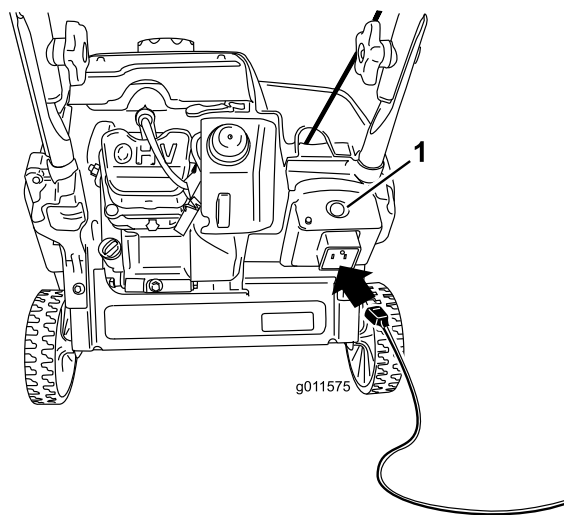
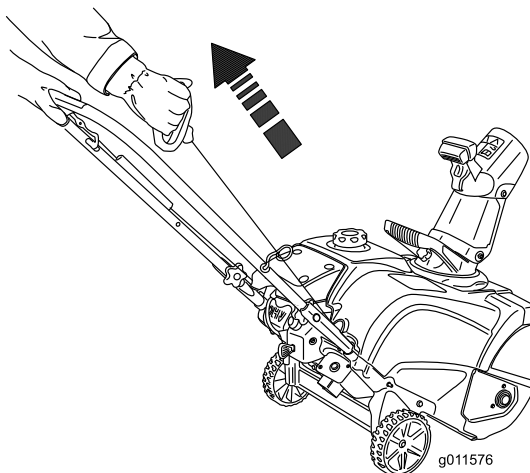

Figura19
Figura20
4. Conectați un cablu prelungitor la o sursă de alimentare și la mașină și apăsați butonul de pornire electrică (doar modelul 38283) (Figura19) sau trageți mânerul de pornire cu recul (Figura20).